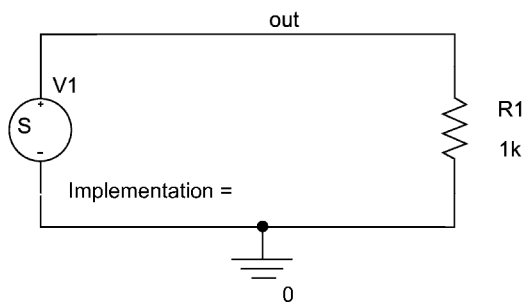

图 6.17 利用 VSTIM 生成 100Hz 正弦波信号源
3. 绘制如图 6.17 所示的电路图。信号源 V1 为 VSTIM，选自 Sourcestm 元件库。